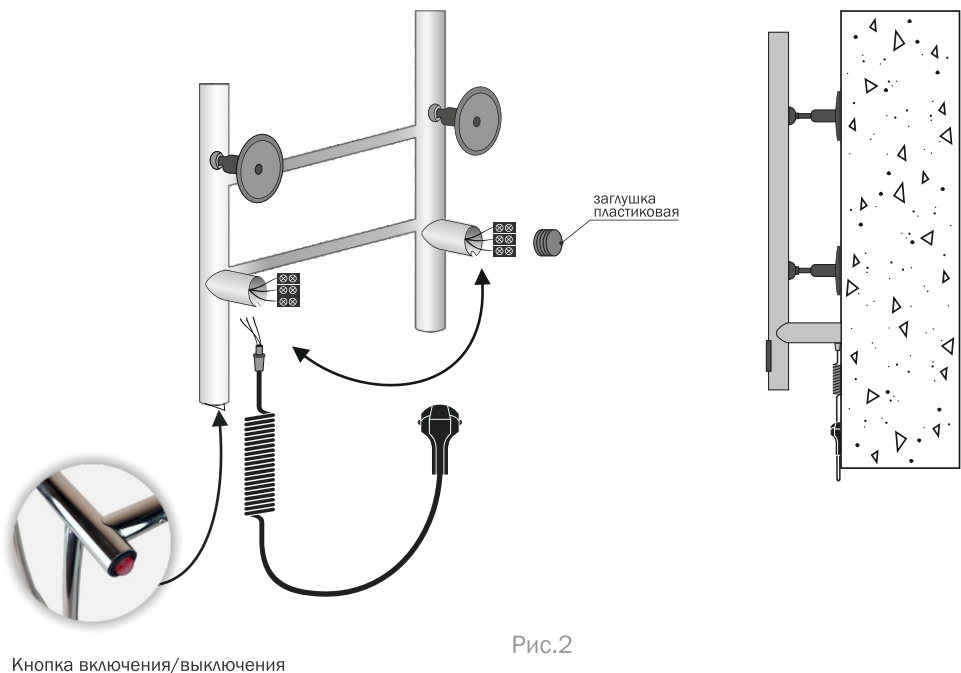
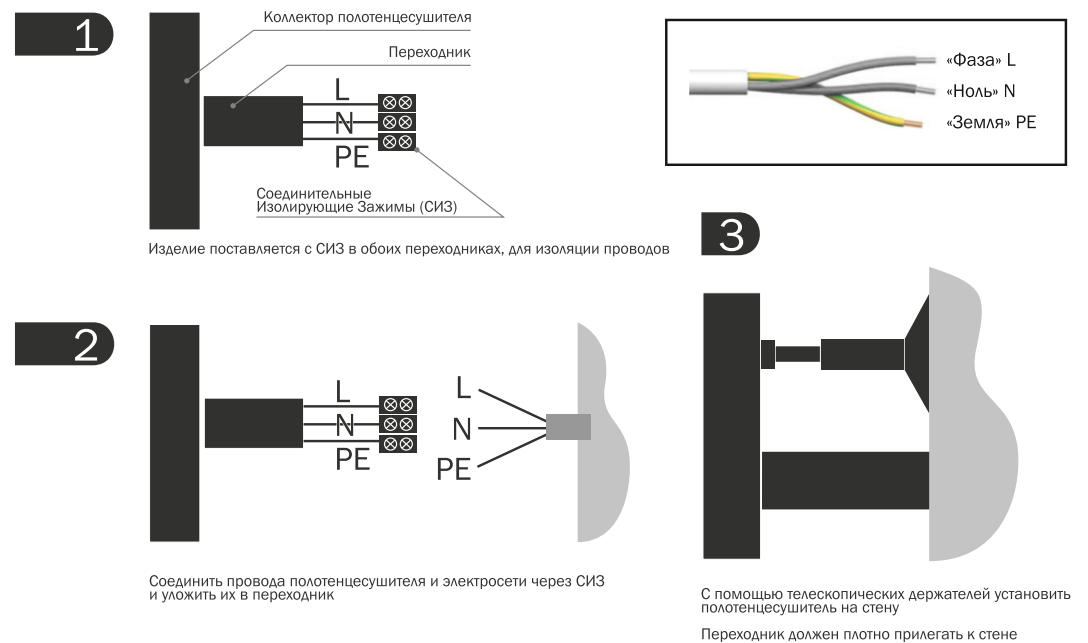

Рис.2
Рис.3
- Монтаж полотенцесушителя должен производиться согласно представленной схеме. (Рис. 2, Рис. 3.)